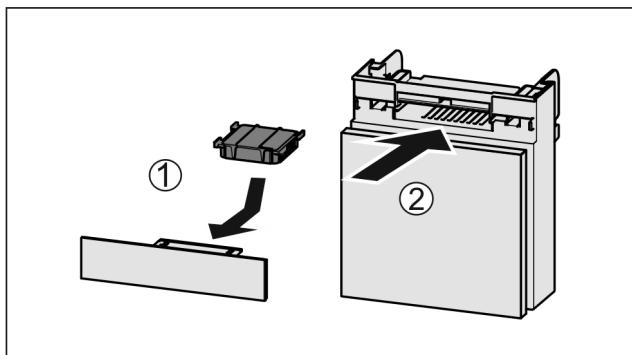

Fig. 67
- Установите фильтр с активированным углем, как показано на рисунке Fig. 67 (1).
- Вставьте отделение Fig. 67 (2).